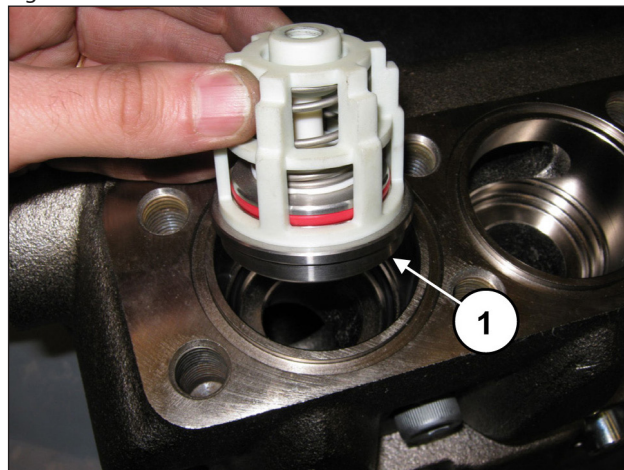
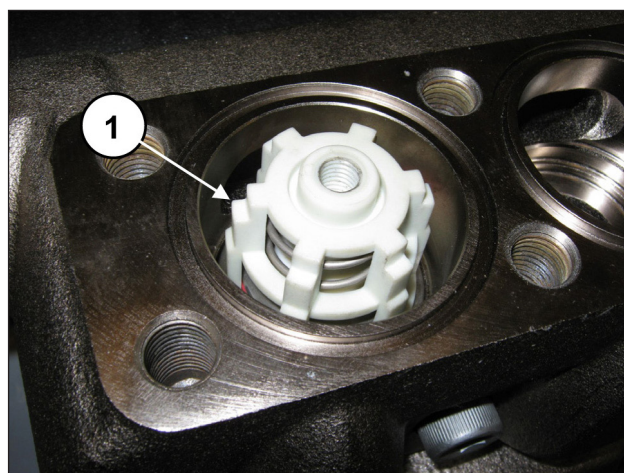

Fig. 156
Fig. 157
Insira o grupo da válvula de fluxo (pos. ①, Fig. 156). O grupo da válvula completo deve ser inserido completamente no fundo e apresentar-se como na pos. ①, Fig. 157.